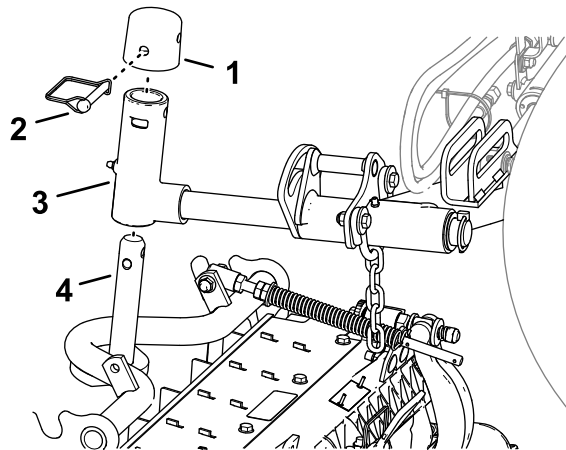

Figura 23
- Deslize a unidade de corte sob o braço de elevação (Figura 23).